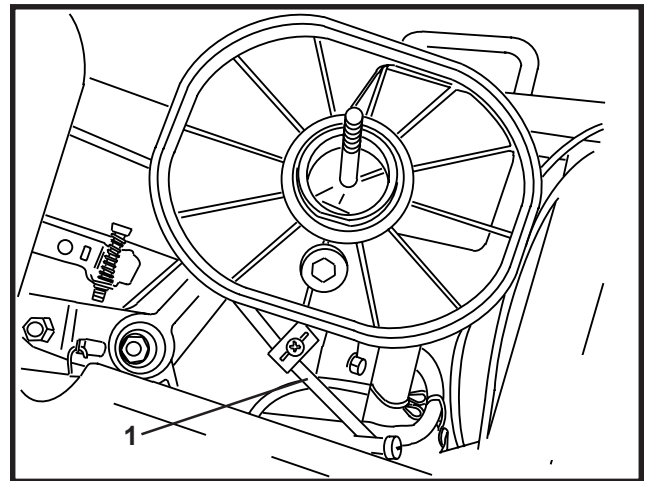

FIGURE 8
15. Fixez le câble d'accélération au moteur en utilisant le serre-câble double que vous avez retiré à l'étape neuf. Figure 8.